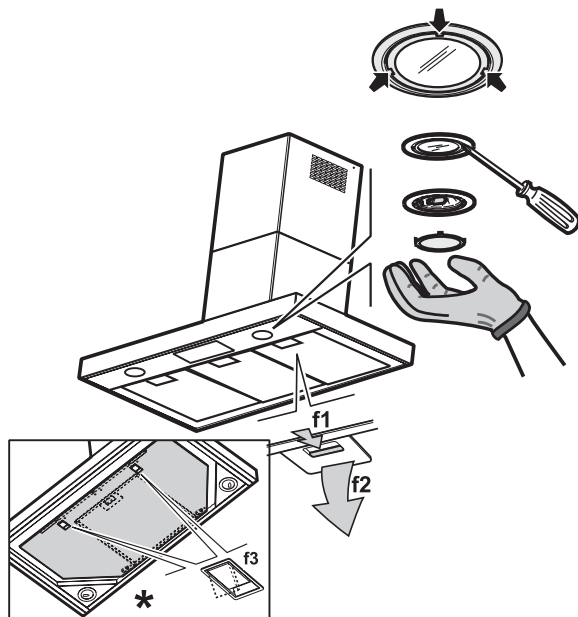

Fig. 1
Retirez les filtres à graisses - Fig. 1 : tirez la poignée de décrochage à ressort en arrière (f1), puis extrayez le filtre en le tirant vers le bas (f2).
1. Retirez le filtre à graisses (f1/f2 - Fig. 1).